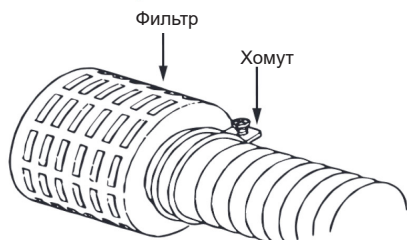

Рис. 4
7. Установите на свободный конец всасывающего рукава фильтр и закрепите его хомутом, как показано на Рис. 4. Фильтр должен быть полностью погружён в воду и не должен касаться дна.